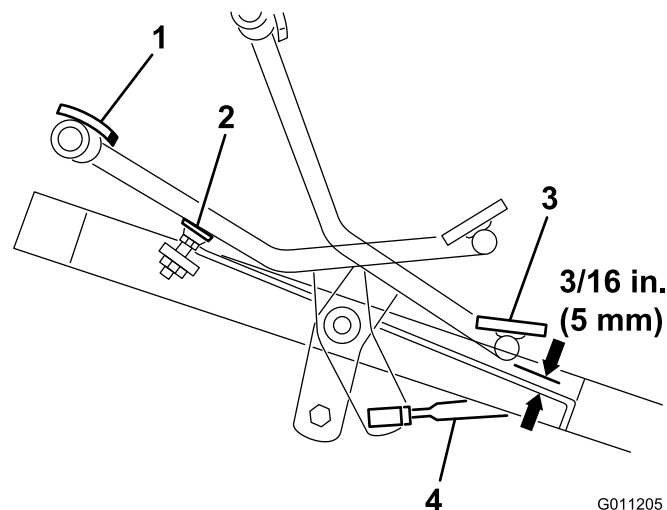

図 44
1. No. 5 セクションのバルブ・スプールが完全に引き出される状態までペダルを前進方向に踏み込む。ペダルがストップに当たれば調整は適正である（図 44）。
2. ペダルの下とフットレストとの間の距離を図 44 のように点検する。距離が 5 mm 程度あればよい。値が 5 mm より多くても少なくても、走行コントロール・ロッドを調整する必要がある。調整手順：
- A. 走行コントロール・ロッド（図 44）をトラクション・シャフト・ピボットに固定しているジャム・ナットとボール・ジョイントをゆるめる。